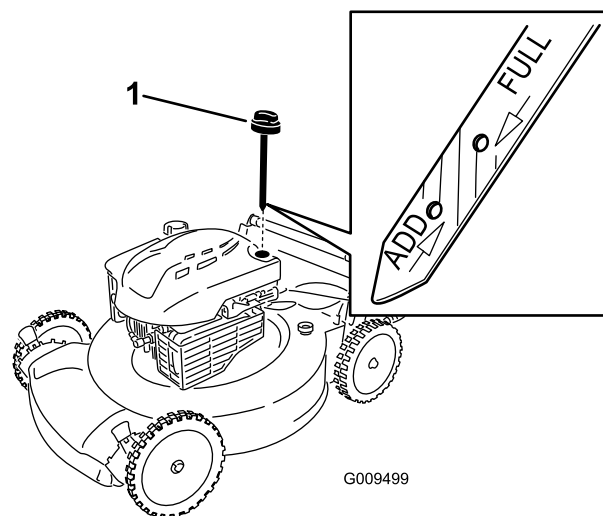

Figura 8
2. Togliete l'asta di livello (Figura 8).
5. Rimuovete l'asta di livello e controllate il livello dell'olio sulla stessa; vedere Figura 8.